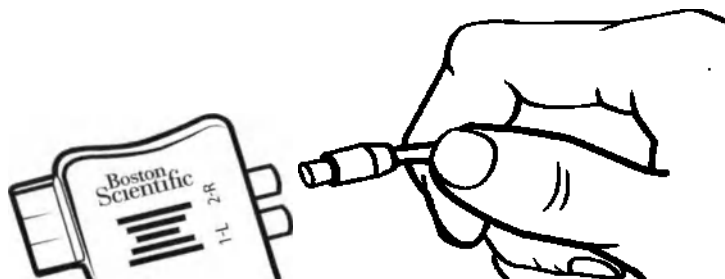

Рисунок 16. Подключение кабеля операционного 1х8 к НТС 3 и адаптеру НТС
4. Вставьте кабель операционный с удлинителем в порт адаптера НТС с меткой 1-L (Рисунок 16).